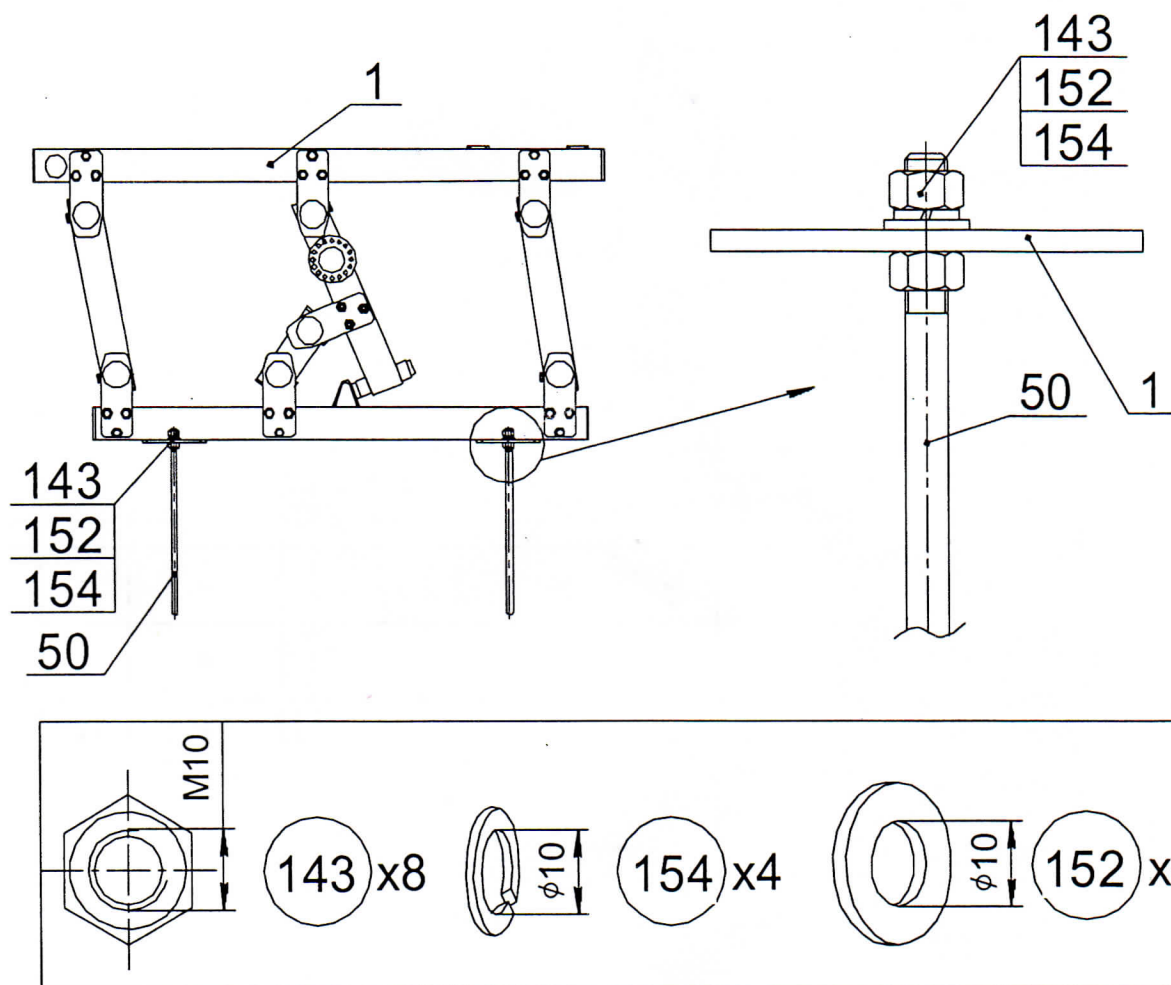

Рис.2
4.1.1 Прикрепить болты анкерные поз.50 гайками поз.143, с шайбами поз.152; 154(рис.2)